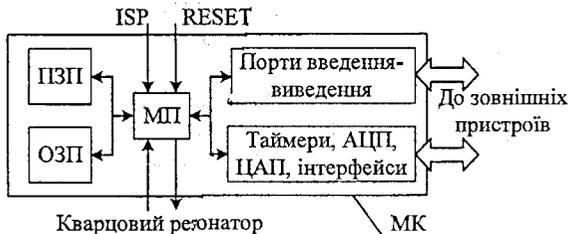

Рисунок 6.13 – Функціональна схема мікроконтролера
*Мікроконтролер (МК)* – мікропроцесор, в якому на кристалі ЦПП розміщені також оперативний і постійний запам'ятовувальні пристрої (ОЗП, ПЗП), таймери, лічильники, аналого-цифрові і цифроаналогові перетворювачі (АЦП, ЦАП), інтерфейсні вузли і порти введення/виведення (рис. 6.13). Тактові імпульси виробляє вбудований синхрогенератор, частота якого стабілізується кварцовим резонатором. Для програмування ПЗП використовується окремий вхід або шина декількох сигналів.